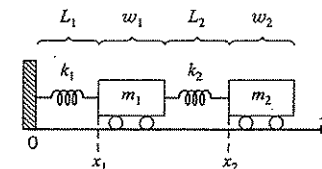

FIGURA P23.19
23.19 Duas massas são presas a uma parede por molas lineares (Figura P23.19). Balanços de forças com base na segunda lei de Newton podem ser escritos como